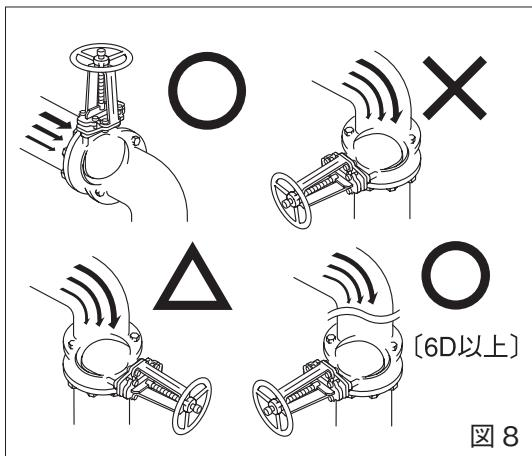

図 8
■曲がり管などへの取付：配管時、バルブの取り付け方向に制限はありませんが、図 8 のような配管条件下では、バルブの取り付け方向にご注意ください。(図 8)